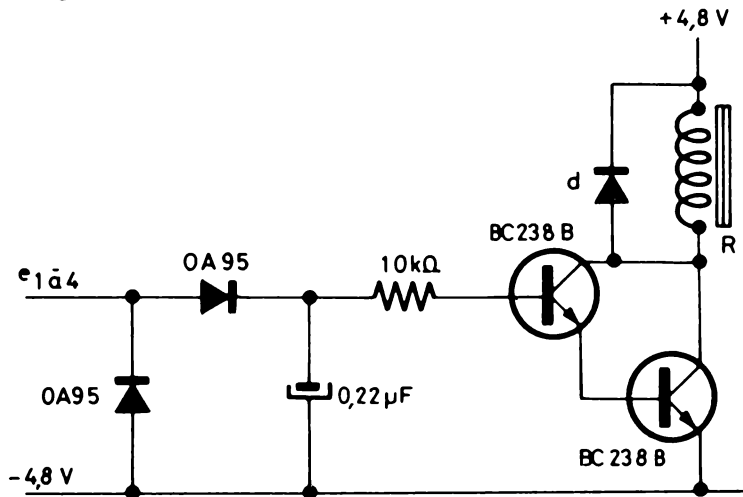

Fig. IV.13 — Schéma du circuit de commande d'un des quatre relais.
1. Le schéma (voir fig. IV.13)
— On peut aussi figoler une dernière fois, le réglage des filtres BF. Le mieux est de retoucher les ajustables en cherchant le maximum de tension positive apparaissant aux bornes des condensateurs de 0,22 μ F de la platine C (voir fig. IV.13). Ce réglage se fait en atelier.